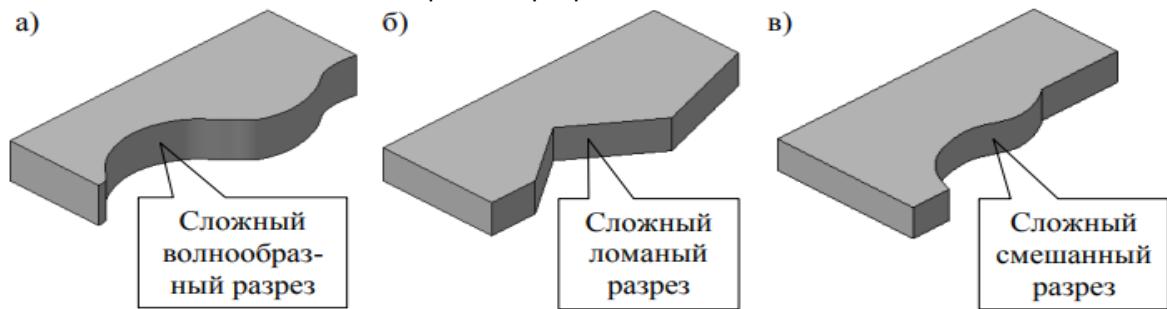

Рис. 11
б) Массив сквозного отверстия по концентрической сетке Рис. 11 Сложный волнообразный разрез
38. Какие из представленных на рис. 11 трехмерных моделей детали можно отредактировать в системе КОМПАС-3D при помощи операции Зеркально отразить тело, расположенной на Панели инструментов Редактирование детали, путем указания в качестве плоскости симметрии любого сегмента (грани) поверхности отсечения сложного ломаного или волнообразного разреза детали?
а) Детали представленные на рис. 11, а и б;
б) Детали представленные на рис. 11, б и в;
в) Детали представленные на рис. 11, а и в;
г) Детали представленные на рис. 11, а, б и в;